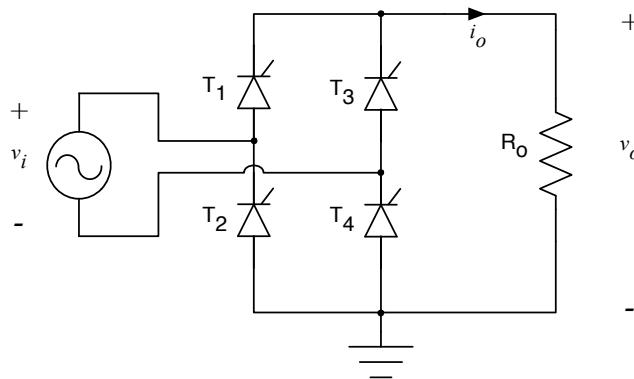

Figura 20 – Circuito para exercício resolvido 02.
**ER 02)** Considerando o circuito da Figura 20 e que a fonte de alimentação seja de 16 V (eficazes), os tiristores são ideais com ângulo de condução de  $45^\circ$  e a carga tem resistência de  $5 \Omega$ , determine: